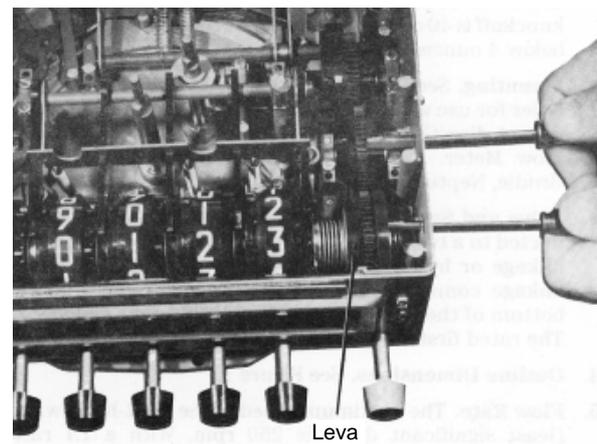

Figura 3. Ajuste rueda derecha
1. Quitar la plataforma que cubre los orificios de ajuste en la parte derecha del predeterminador. Los antiguos modelos tienen fichas perforadas. Insertar un destornillador en cada uno de los dos orificios (Figura 3).